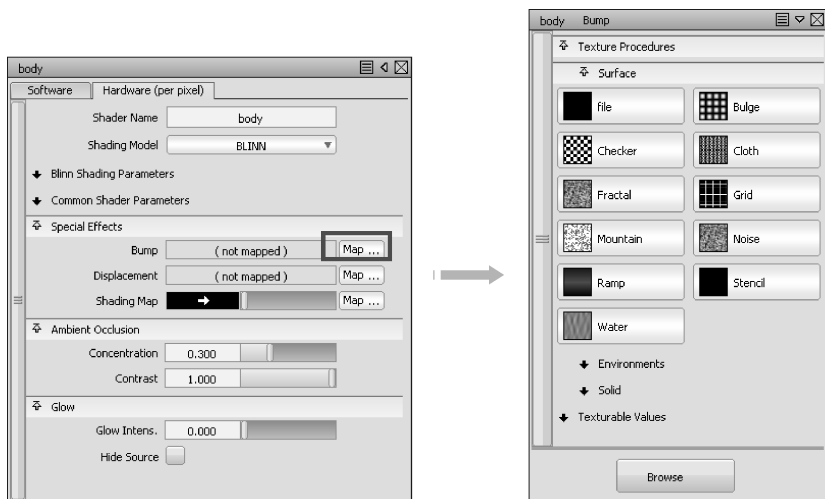

图 6-50 打开纹理对话框
- 03 在对话框中，打开【Special Effects】选项标签，单击【Bump】右侧的【Map...】按钮，打开纹理对话框，为材质球表面添加凹凸贴图，如图 6-50 所示。